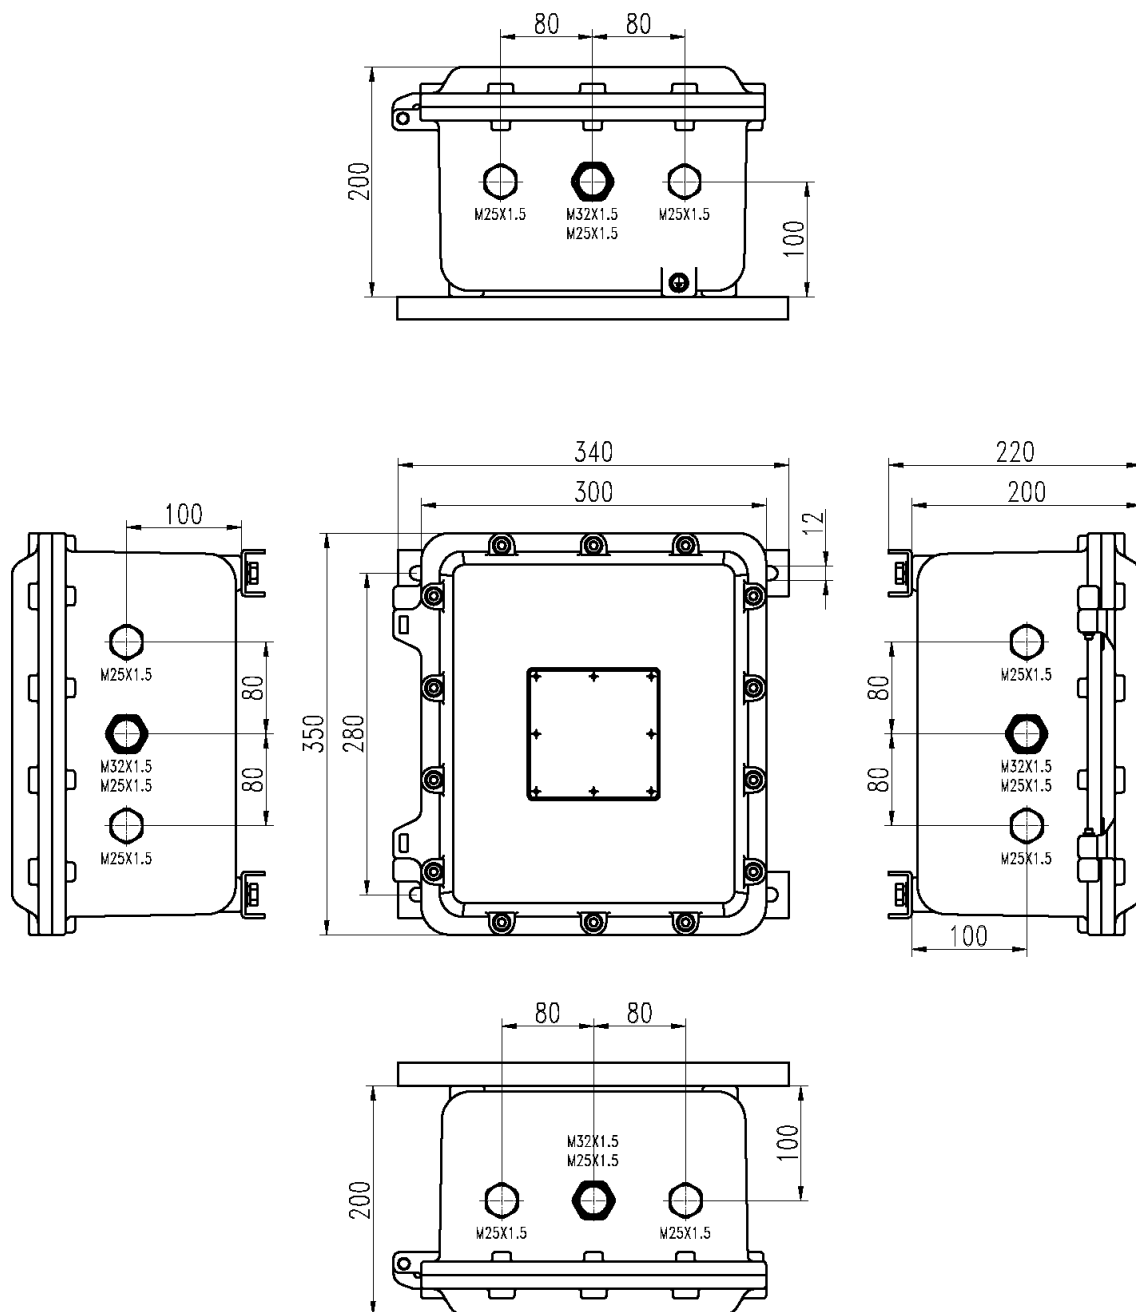

Рисунок 13. Модуль выносной взрывозащищенный адресный ВВАМ-8.
2.1.10 Модуль взрывозащищенный выносной адресный ВВАМ-8 (рисунок 13) имеет взрывозащищенное исполнение с видом взрывозащиты «взрывонепроницаемая оболочка» и в зависимости от модели представляет собой: